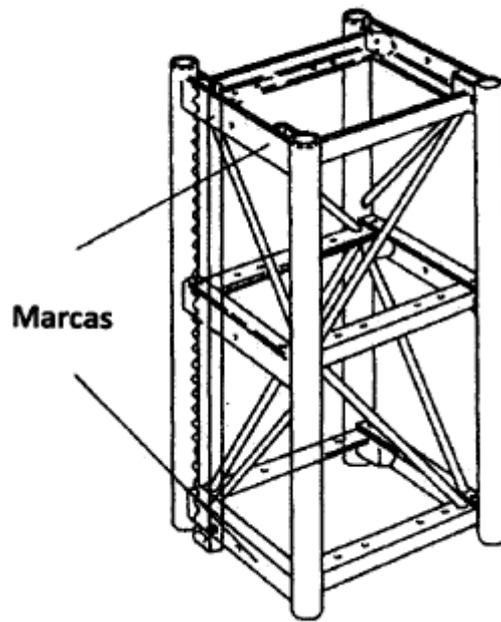

Fig. 2.10 Marcas
**Ejemplo:** Torre con altura de 2.80metros de altura, Fig. 2.10